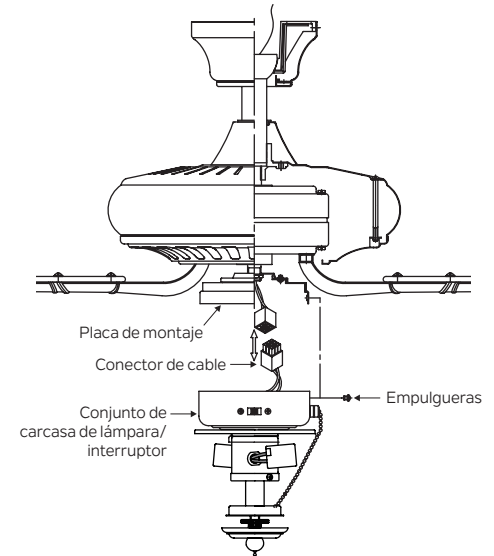

Fig. 18
3. Mientras sostiene el conjunto de la carcasa de la lámpara / interruptor debajo del ventilador de techo, presione los conectores de cable cuadrado. Uno del ventilador y otro de la carcasa del interruptor. (Fig.18)
Fije el conjunto de la caja de la luz / interruptor a la placa de montaje con los tornillos provistos. Asegúrese de que cada tornillo esté apretado. (Fig. 18)